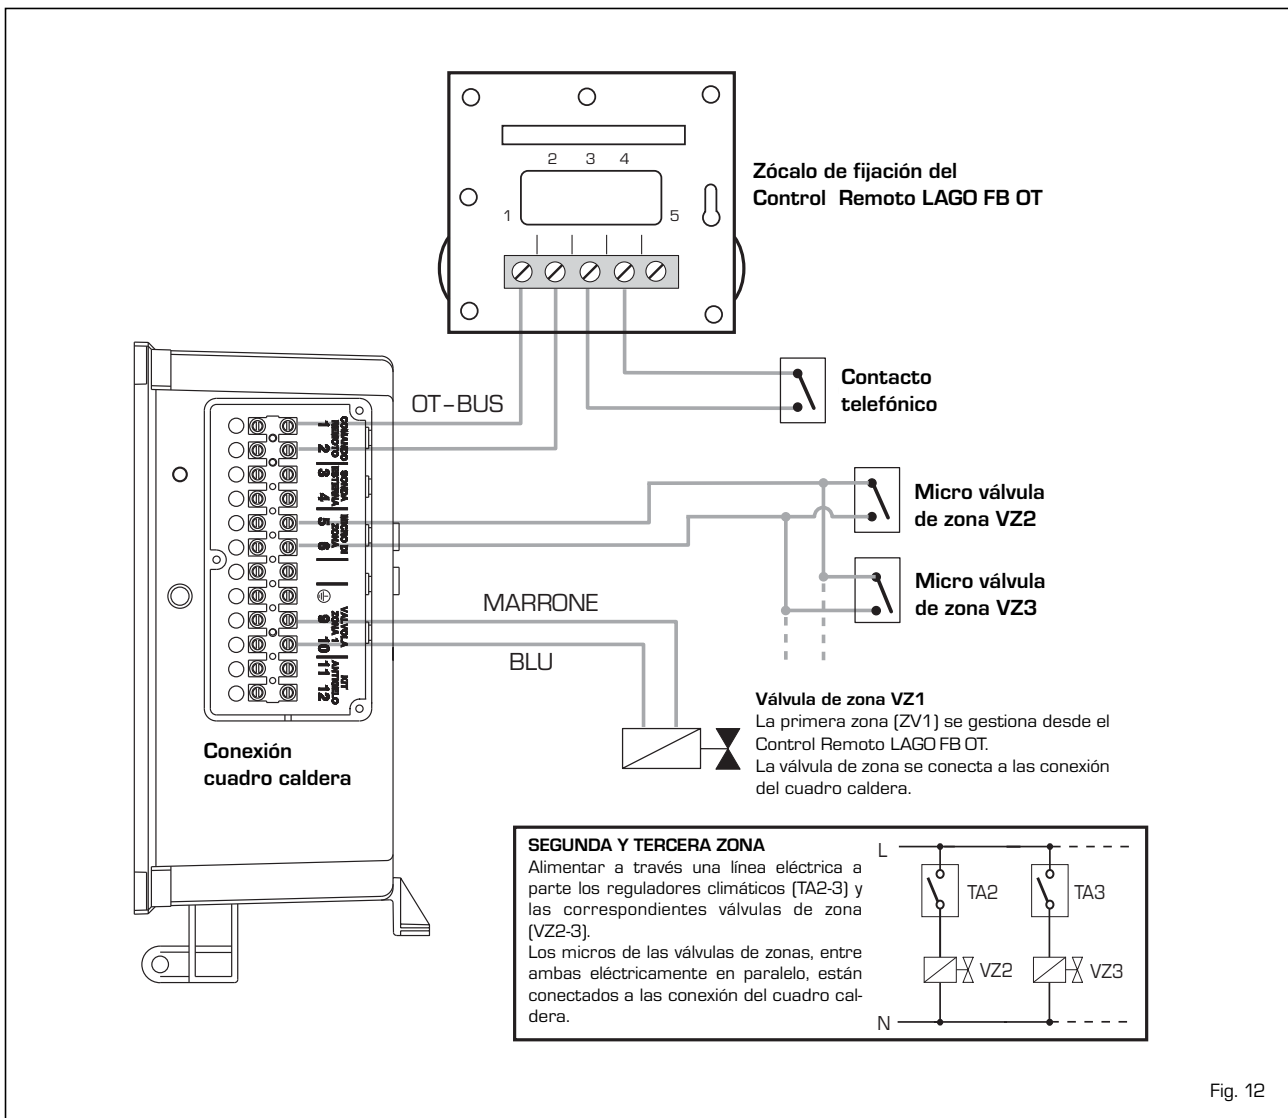

Fig. 12
- 4) Cablear la regleta de bornes del zócalo siguiendo detenidamente el esquema de la fig. 12. Las conexiones no son polarizadas.